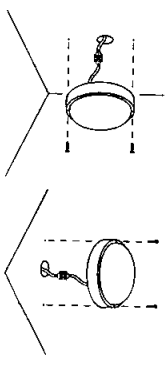

Рис. 2. Пример монтажа
- Пример монтажа смотрите на схеме (рис. 2).